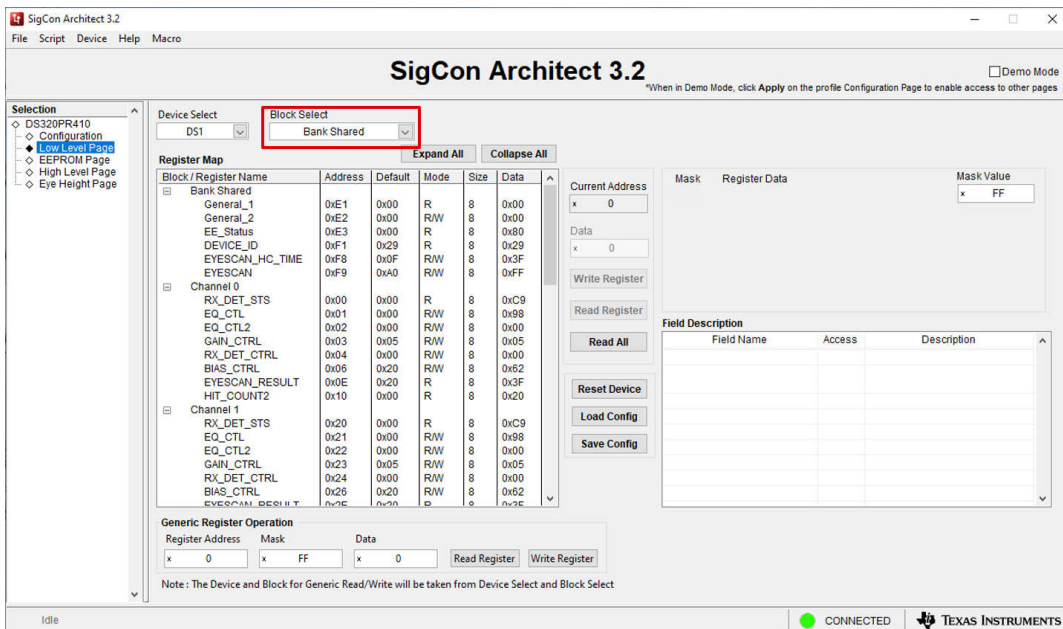

图 3-2. 底层页面：“Block Select” 下拉菜单
2. 使用 *Device Select* 下拉菜单选择所需的器件后，GUI *Register Map* 表中会显示完整的寄存器映射。使用图 3-2 中显示的 *Block Select* 下拉菜单跳至所需的表部分，以查看器件 *Bank Shared* 寄存器、器件 *Channel* 寄存器和器件 *Bank* 寄存器。寄存器 *Bank* 包含全部器件通道 0-3。